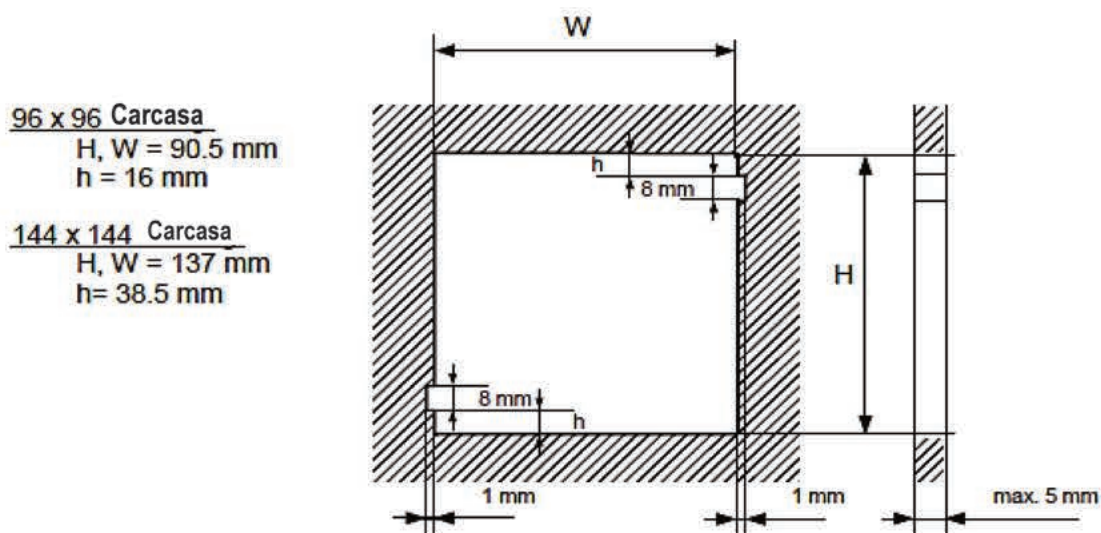
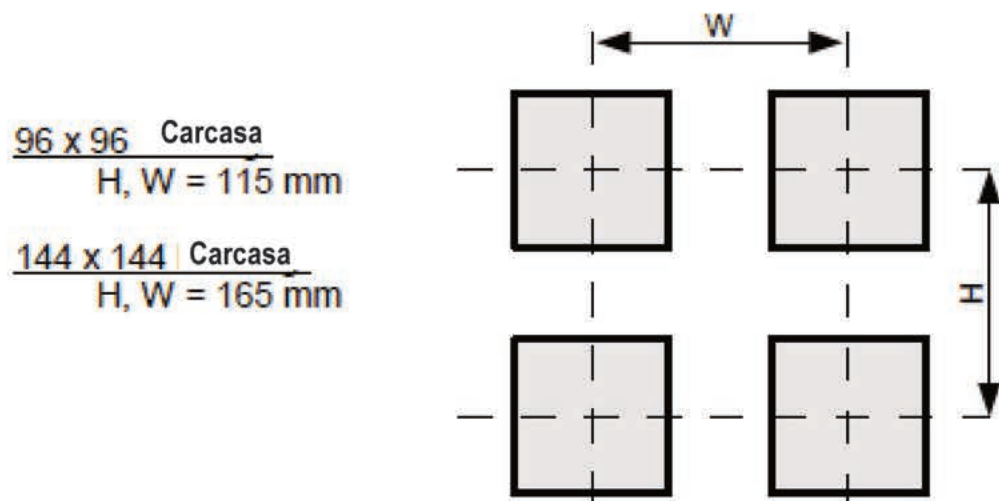
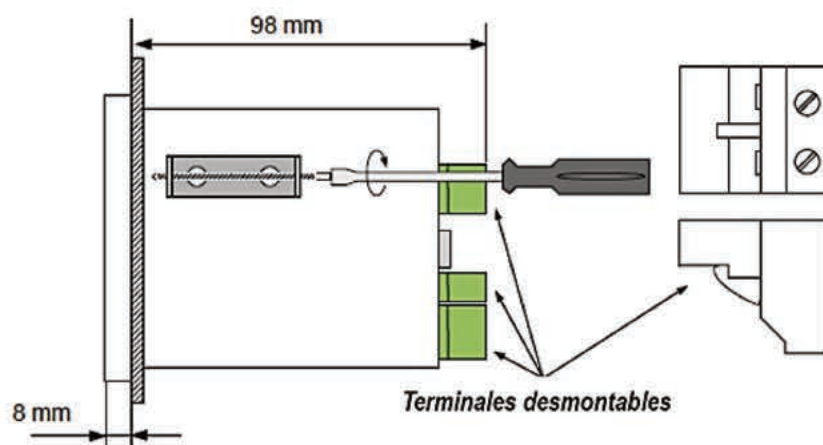

Fig. 4.2. Dimensiones de los orificios de montaje
Fig. 4.3. Distancias mínimas para ensamblar un número de unidades
Fig. 4.4. Instalación de soportes
-Para instalar la unidad, debe prepararse un orificio de montaje de acuerdo con la **Fig. 4.2**. El grosor del material del que está hecho el panel no debe superar los 5 mm. Mientras prepara el orificio de montaje, tome en consideración las ranuras para las cerraduras ubicadas en ambos lados de la carcasa (**Fig. 4.2**). Coloque la unidad en el orificio de montaje insertándolo desde la parte frontal del panel, y luego fíjelo utilizando los soportes (**Fig. 4.4**). Las distancias mínimas entre los puntos centrales de las unidades múltiples, debido a las condiciones térmicas y mecánicas de operación, se muestran en la **Fig. 4.3**.